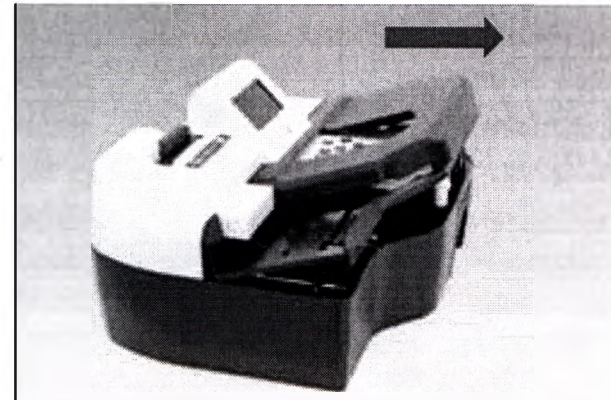

Рис. 4.10
6) Затем потяните крышку в направлении, указанном стрелками (рис. 4.10) и снимите ее с прибора.